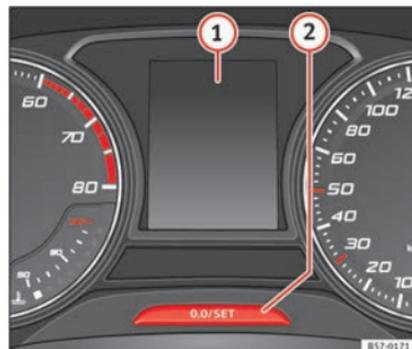

Abb. 48 Kombiinstrument
Die Service-Intervall-Anzeige erscheint im Display des Kombiinstrumentes »» **Abb. 48** .
Halten Sie die Taste **[0.0/SET]** länger als 5 Sekunden lang gedrückt, um die Service-Meldung **» Abb. 48 ②** anzuzeigen.
- Schalten Sie die Zündung aus, drücken Sie die Taste **[0.0/SET]** **» Abb. 48 ②** und halten Sie diese gedrückt.